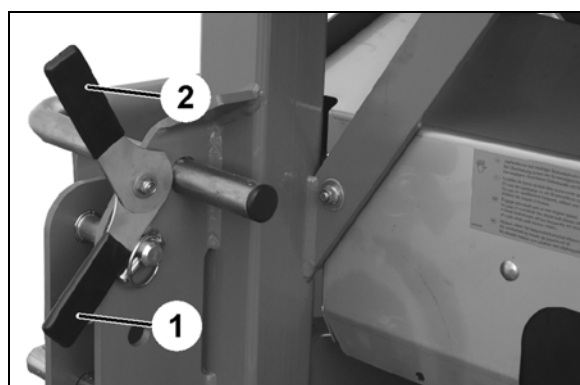

Fig. 23
1. Desserrer le levier excentrique de chaque côté (Fig. 23/1).